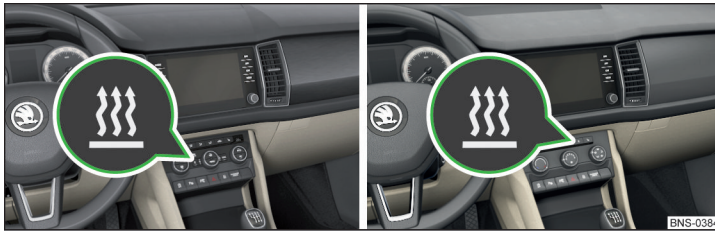

Abb. 169 Taste für das Ein-/Ausschalten (Climatronic / manuelle Klimaanlage)
- ▶ Mit der Taste auf dem Bedienteil der Klimaanlage » Abb. 169.
Bei aktiviertem automatischem Einschalten leuchtet nach dem Ausschalten der Zündung für 10 Sekunden die Kontrollleuchte in der Taste auf » Abb. 169.